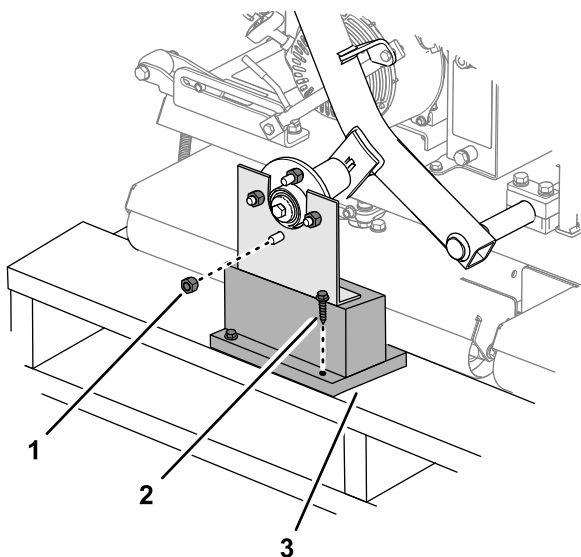

图 3
1. 拆下将车轮轮毂固定到运输支架的车轮螺母图 3。
2. 卸下拧到轮毂螺栓上的另一个凸缘螺母图 3。
3. 拆下将运输支架固定到拖台的短螺栓并取下支架图 3。